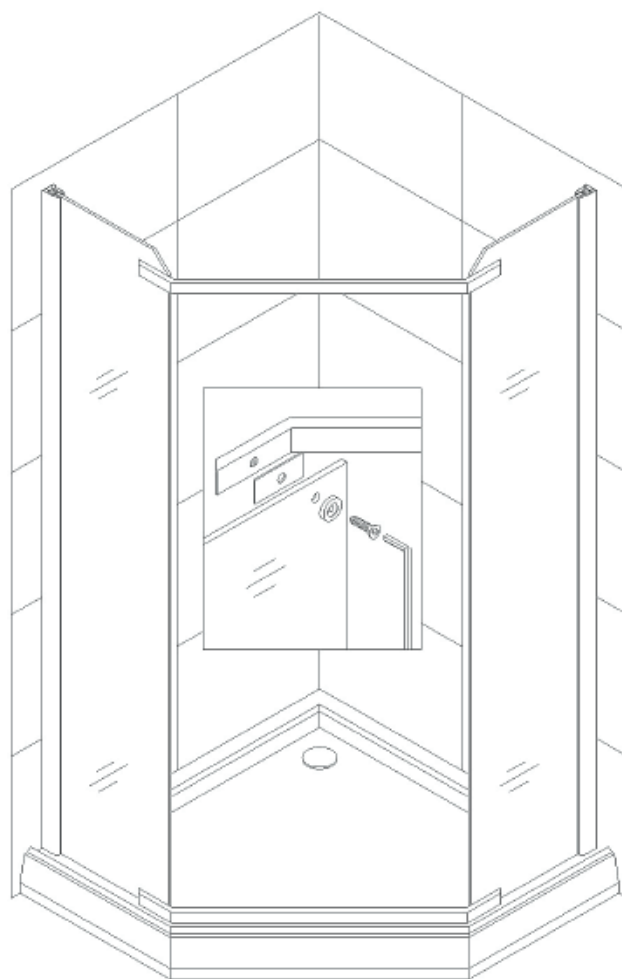

Рис. 6
5. Закрепите **Крепежную перекладину (05)** между **Стационарными стеклами (03)**
**Болтами с плоской головкой M8x20 (18)** используя **Силиконовую прокладку (16)** между перекладиной и стеклом, и **Уплотнительной шайбой (19)** для болта. (Рис. 6)